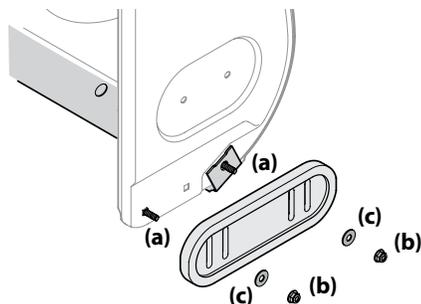

Figure 4-1
2. Faites pivoter le patin et fixez-le à l'aide des boulons de carrosserie (a) (deux de chaque côté), des écrous (b) et des rondelles (c). Voir Figure 4-1.